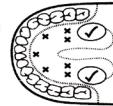

Figure 2
- a) **Par voie orale :** Placer le thermomètre sous la langue tel qu'indiqué par la position "**v**" sur la Figure 2. Fermer la bouche et respirer calmement par le nez pour empêcher que l'air inspiré/expiré n'affecte la prise de température. Température normale entre 35,7°C et 37,3°C (96,3°F et 99,1°F).